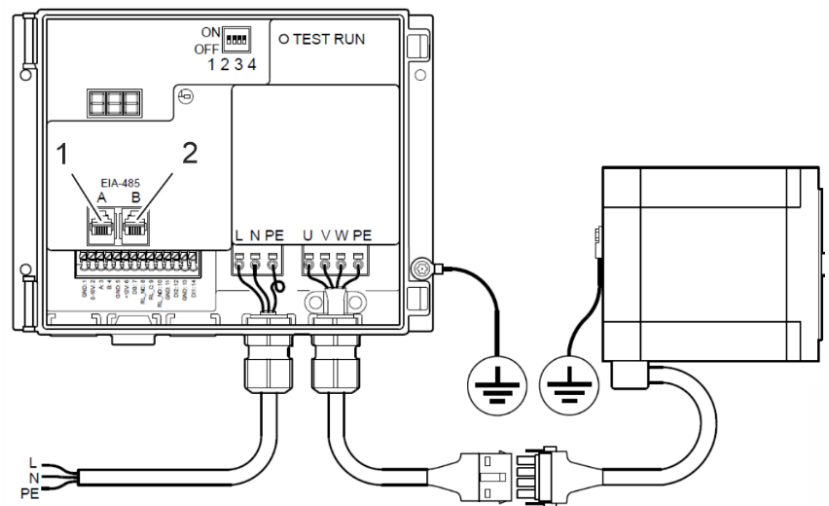

Abbildung 104: Interne Modbus Verbindung mittels RJ12 Stecker
23. Schließen Sie das Modbuskabel über den RJ 12-Stecker (v/1) an die RJ12-Buchsen A (Abbildung 104/1) an.